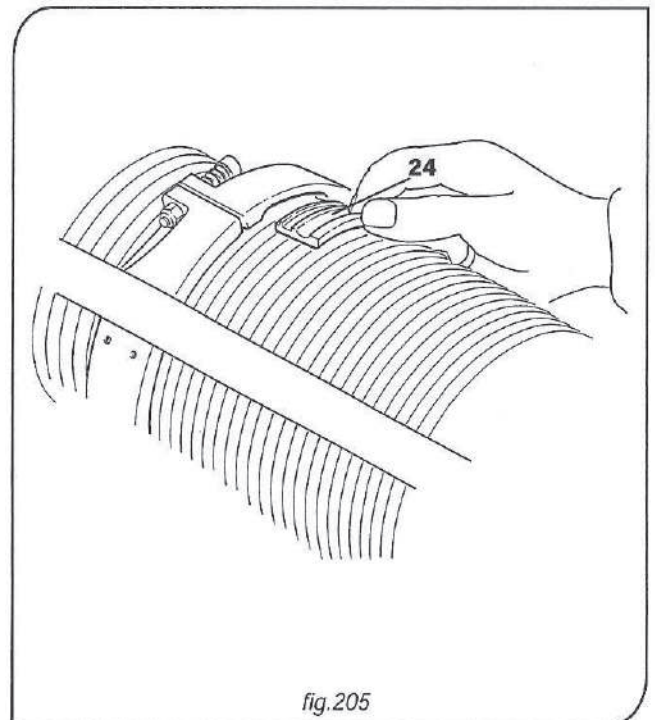

fig.205
8. Insertar sector por sector, en el adecuado al lado de la abrazadera ajustacuerda y de los deslizadores apretacuerda -24- Verificando el correcto desplazamiento (fig. 205).
9. Insertar sector por sector, en el adecuado al lado de la abrazadera ajustacuerda y de los deslizadores apretacuerda -24- Verificando el correcto desplazamiento (fig. 205).